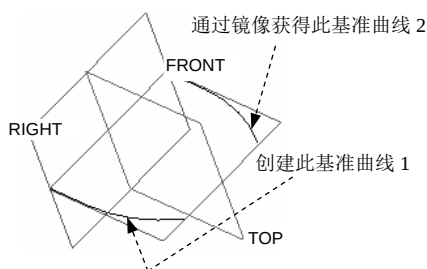
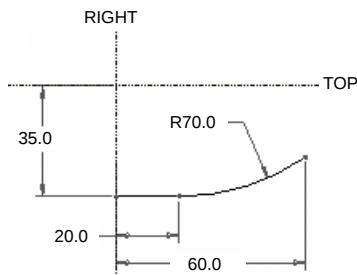

图 6.2.15 基准曲线 1
图 6.2.16 截面草图
Step2. 创建图 6.2.15 所示的基准曲线 1，相关提示如下：
(1) 单击 **模型** 功能选项卡 **基准** 区域中的“草绘”按钮.
(2) 设置 FRONT 基准平面为草绘平面，RIGHT 基准平面为参考平面，方向为 **右**；接受系统默认参考 TOP 和 RIGHT 基准平面；特征的截面草图如图 6.2.16 所示。
Step3. 将图 6.2.15 中的基准曲线 1 进行镜像，获得基准曲线 2，相关提示如下：
(1) 选取要镜像的特征。在图形区中选取要镜像复制的基准曲线 1（或在模型树中选择“草绘 1”）。
(2) 选择镜像命令。单击 **模型** 功能选项卡 **编辑** 区域中的“镜像”按钮.
(3) 定义镜像中心平面。选取 TOP 基准平面为镜像中心平面。
(4) 单击“镜像”操控板中的按钮，完成镜像操作。